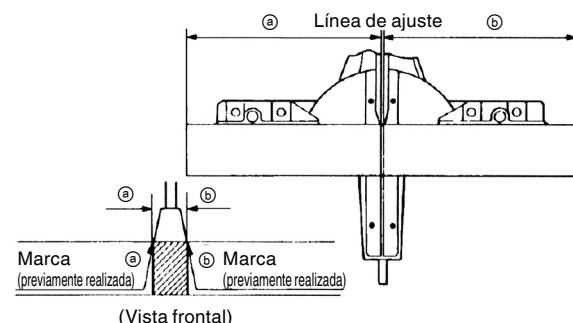

Fig. 25
- (1) Como se muestra en la Fig. 25, la anchura de la hoja es la de corte. Por lo tanto, deslice la pieza de trabajo hacia la derecha (vista desde la posición del operador) cuando desee la longitud b, o hacia la izquierda cuando desee la longitud a.